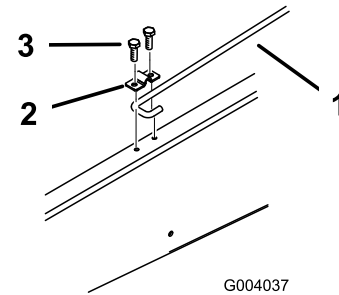

Bild 13
6. Lösen Sie die Schraube, mit der der Ständerclip am Rahmen befestigt ist, bis Sie das J-förmige Hakenende des Ständers unter den Clip schieben können (Bild 13).
7. Ziehen Sie die Schraube fest und befestigen Sie die andere Seite des Clips mit einer neuen Schraube (5/16 x 3/4 Zoll) (Bild 13)